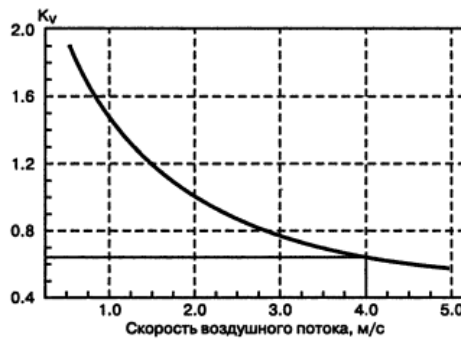

Рис. 10.4. Поправочный коэффициент на скорость воздушного потока
- скорость воздушного потока - рис. 10.4,
По графику (рис. 10.4) определим поправочный коэффициент K_V на реальную скорость воздушного потока: